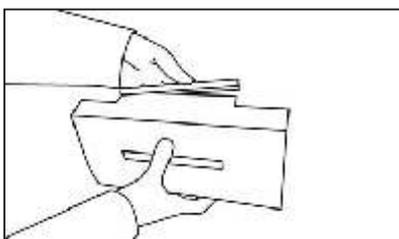

ABBILDUNG 7
- *Modell 15 XSE:* Stecken Sie den 15 cm langen blassila Plastikzylinder auf den Tastaturfuß (Abb.7) und stellen Sie die Tastatur vor die Fastback -Bindemaschine